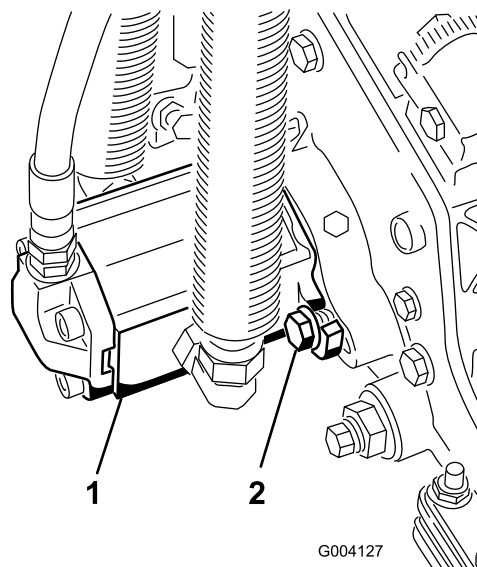

Figura 30
3. Montați motorul rotindu-l în sensul acelor de ceasornic, astfel încât flanele motorului să treacă de uruburi (Figura 30).